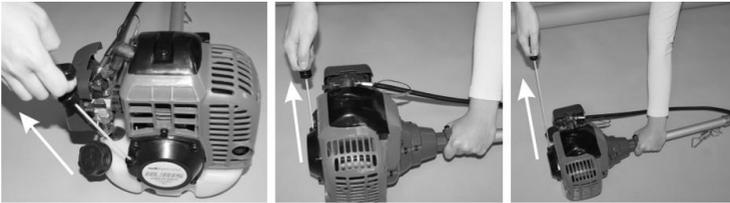

Fig. 15
- Il faut tirer le cordon à deux reprises. La première fois tire légèrement sur le démarreur jusqu'à ce que le cordon sorte du démarreur environ 200 mm. La deuxième fois, tirez fortement et longuement sans interruption (tirez le cordon du démarreur jusqu'au niveau de vos épaules) conformément à la fig.15.